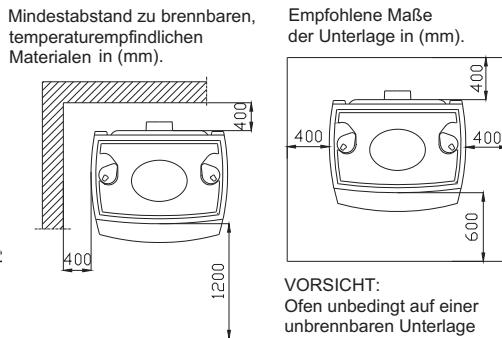

BILD 2
Der Ofen Glas Amity wird in einer Kartonschachtel auf einer Transportpalette geliefert. Es wird empfohlen, die Kartonemballage am Aufstellungsort des Ofens auszupacken. Der Abgasanschluss erfolgt an der Rückseite. Die Vorderplatte (104) muss auf der vorgesehenen Stelle (siehe Bild auf Vorderseite) angebracht werden. Einige mögliche Anschlussarten: siehe Abbildungen 3, 4 und 5 (Seite 44). Die Raumpositionen können Sie auf der Abbildung 2 ersichtlich.